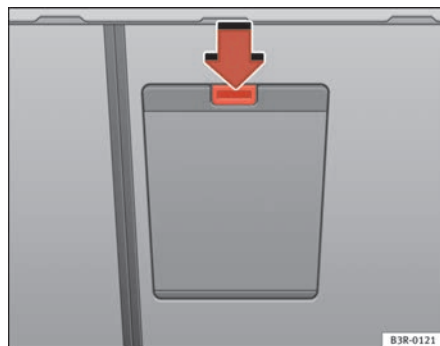

Fig. 120 Sedili posteriori visti dal bagagliaio: coperchio dell'apertura per la sacca portasci
- Premere il tasto di sbloccaggio situato sul coperchio del foro per il passaggio del bagaglio ⇒ fig. 120 -freccia- e abbassare il coperchio.